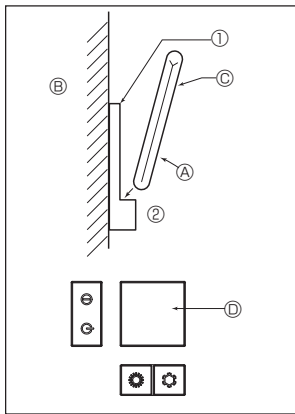
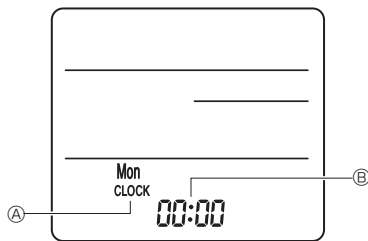

Fig. 7-7
Fig. 7-8
2) Método de instalación (Fig. 7-7)
- ① Fije el soporte del mando a distancia en el lugar deseado con 2 tornillos roscados.
- ② Coloque el extremo inferior del mando en el soporte.
3) Configuración (Ajuste del reloj) (Fig. 7-8)